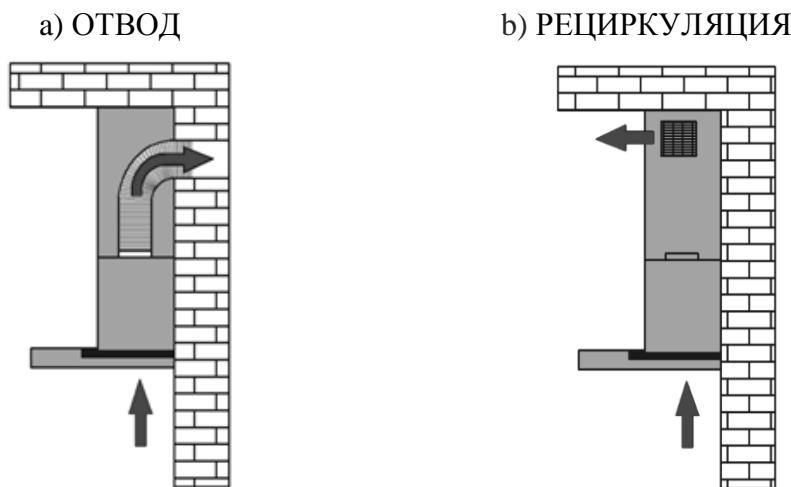

Рис. 4
1) Отвода (рис. 4а) – воздух удаляется из помещения через соединение вытяжки с вентиляционным каналом жестким пластиковым воздуховодом или гофрированным шлангом диаметром 150 мм. Таким образом, все кухонные испарения, запахи, гарь и копоть, проходя через многоразовые алюминиевые жироулавливающие фильтры, выводятся за пределы помещения. При данном режиме работы нет необходимости устанавливать угольные фильтры. Режим отвода является наиболее эффективным, поскольку вытяжка удаляет все кухонные испарения за пределы кухни в вентиляционную шахту.
2) Рециркуляции (рис. 4б) – внутренняя циркуляция воздуха через угольные фильтры (рис. 3).